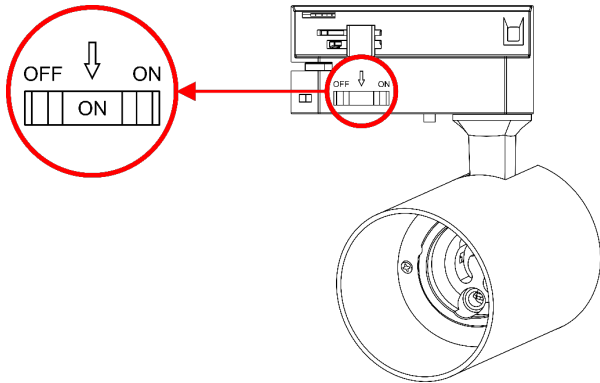

Abb. 09
05) Wählen Sie EIN mit dem **Netzschalter (05)**, wie in Abb. 09 gezeigt.